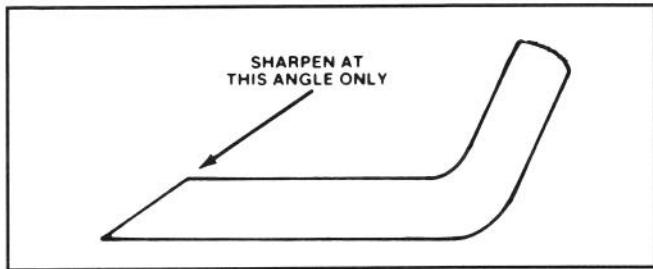

Abbildung 25
**6. SCHÄRFEN DES MESSERS**—Mit einer Feile die Oberkante des Messers (die zum Mähergehäuse zeigt) schärfen und dabei den ursprünglichen Schnittwinkel beibehalten (Abb. 25). Das Messer bleibt ausgewuchtet, wenn von beiden Schnittkanten gleichviel Material abgetragen wird.